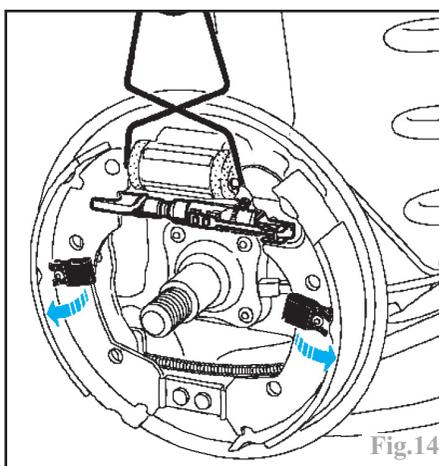

Fig.14
-les agrafes de maintien latéral (4) des segments, en les basculant vers l'extérieur et récupérer les axes (Fig.14).
-le segment comprimé (5).
-le mécanisme de rattrapage d'usure (6).
-le segment tendu (7), après avoir désaccouplé le câble de frein de stationnement avec son ressort (8) du levier (9).